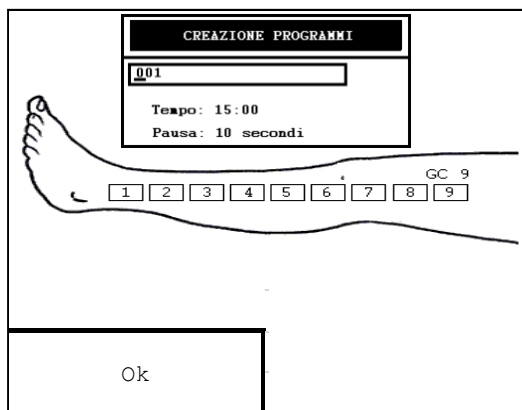

Fig. 20
1. ruotare l'encoder fino a posizionare il cursore sul menù del nome del programma, quindi premere la manopola Encoder; compare la schermata di fig.20.